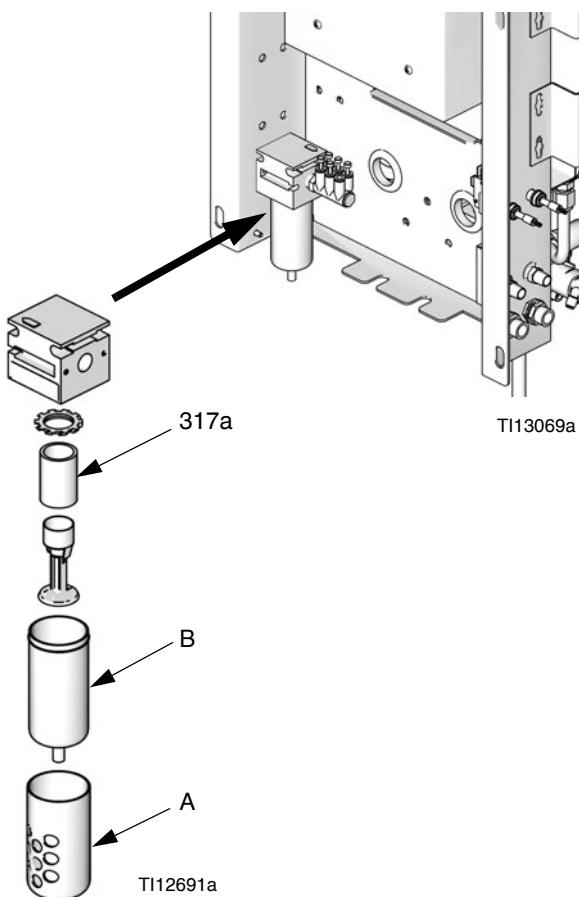

Рис. 19. Замена элемента воздушного фильтра
2. Снимите крышку фильтра (A). См. Рис. 19.
3. Вывинтите корпус фильтра (B).
5. Надежно привинтите корпус фильтра (B). Установите крышку (A).